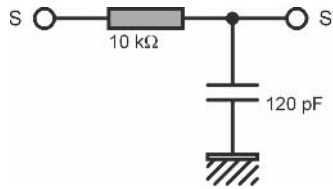
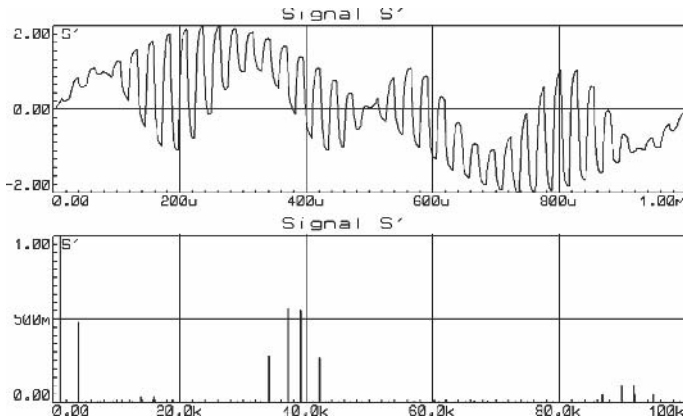

Figure 3.9
Figure 3.10
**Tentatoo** – Visiblement, le signal S à ce point a besoin d’être « nettoyé » un peu, et pour cela il doit passer dans un filtre passe-bas qui atténue suffisamment tout signal qui se trouve au-delà de 53 kHz (38 kHz + 15 kHz). Hormis cela, je suis tout à fait d’accord avec vous, le procédé est vraiment très simple. Observez maintenant en **figure 3.10** les formes temporelle et spectrale du signal S', sachant que le signal S' correspond à notre signal S passé au travers d’une simple cellule de filtrage RC (R = 10K et C = 120p, **figure 3.9**). Les bords tranchants des signaux découpés en lamelles ont été arrondis (courbe du haut), ce qui résulte en un spectre (courbe du bas) plus propre.